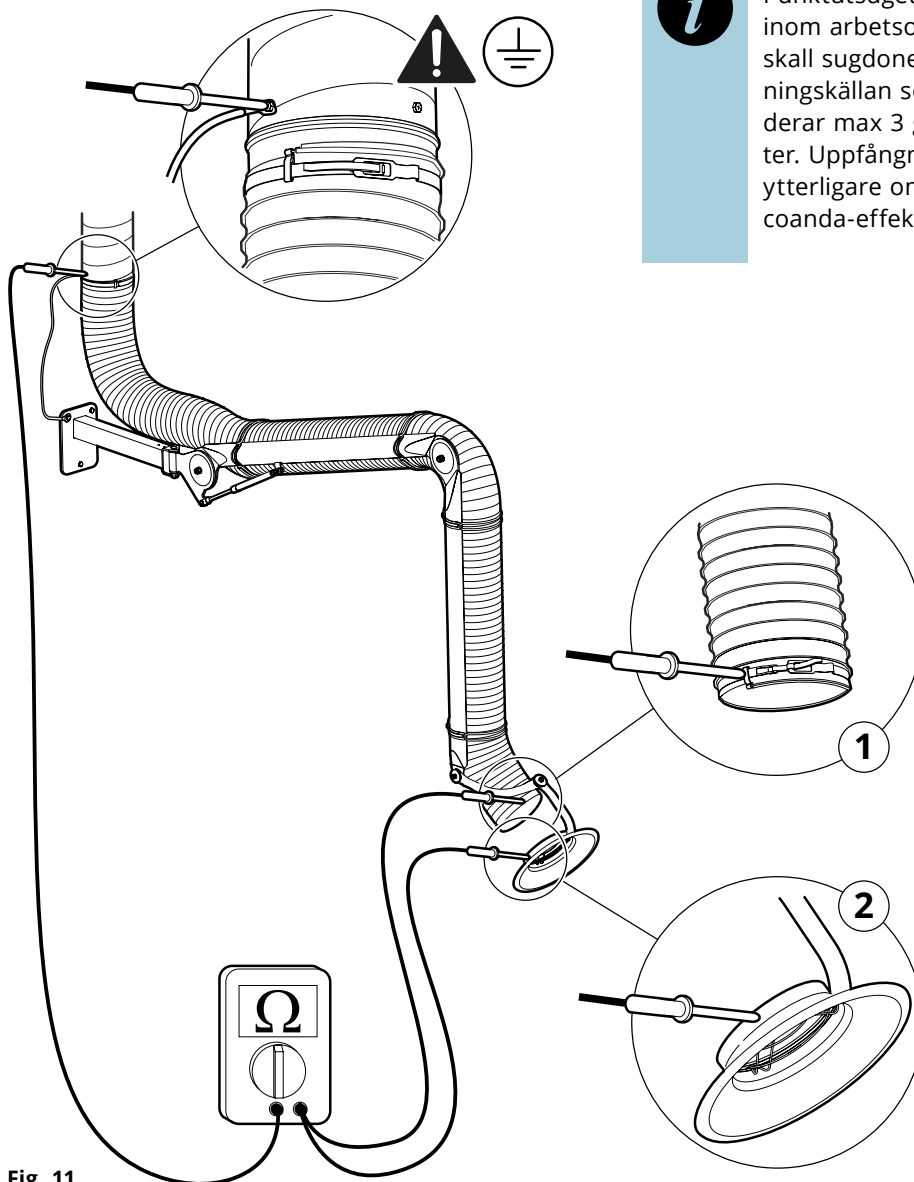

Fig. 11
3. Kontrollera slangens resistans med en kalibrerad ohm-mätare, se 1 **Fig. 11**. Resistans mellan mätpunkterna (jordplan/slanggände) ska understiga 1 M Ω .
4. Kontrollera punktutsugets resistans med en kalibrerad ohm-mätare, se 2 **Fig. 11**. Resistans mellan mätpunkterna (jordplan/huv) ska understiga 1 M Ω .